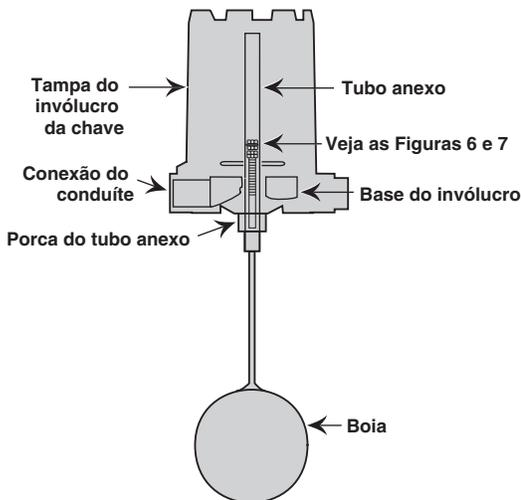

Figura 5
4. Desconecte os fios de alimentação do mecanismo da chave. Remova os fios do conduto de conexão abrindo a base do invólucro. Consulte a Figura 5.
6. Remova o conjunto do invólucro da chave soltando a porca do tubo anexo, que está localizada imediatamente embaixo da base do invólucro. Veja a figura 5.